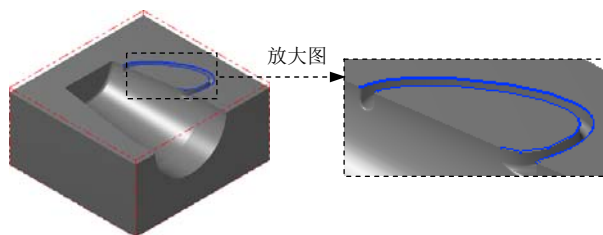

图 21.46 绘制边界 2
Step2. 绘制边界 2。参照 Step1 的操作方法, 完成其余曲面边界曲线的创建, 结果如图 21.46 所示。